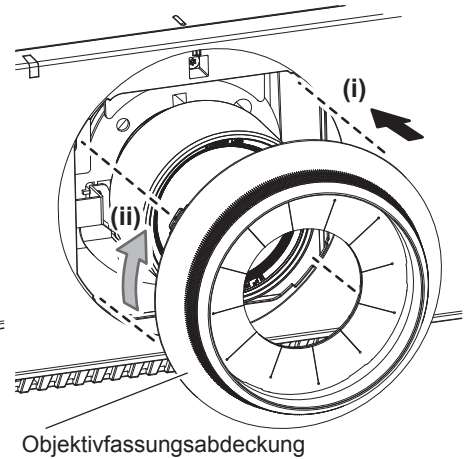

Abb. 3
- 3) Bringen Sie die Objektivfassungsabdeckung an. (Abb. 3)